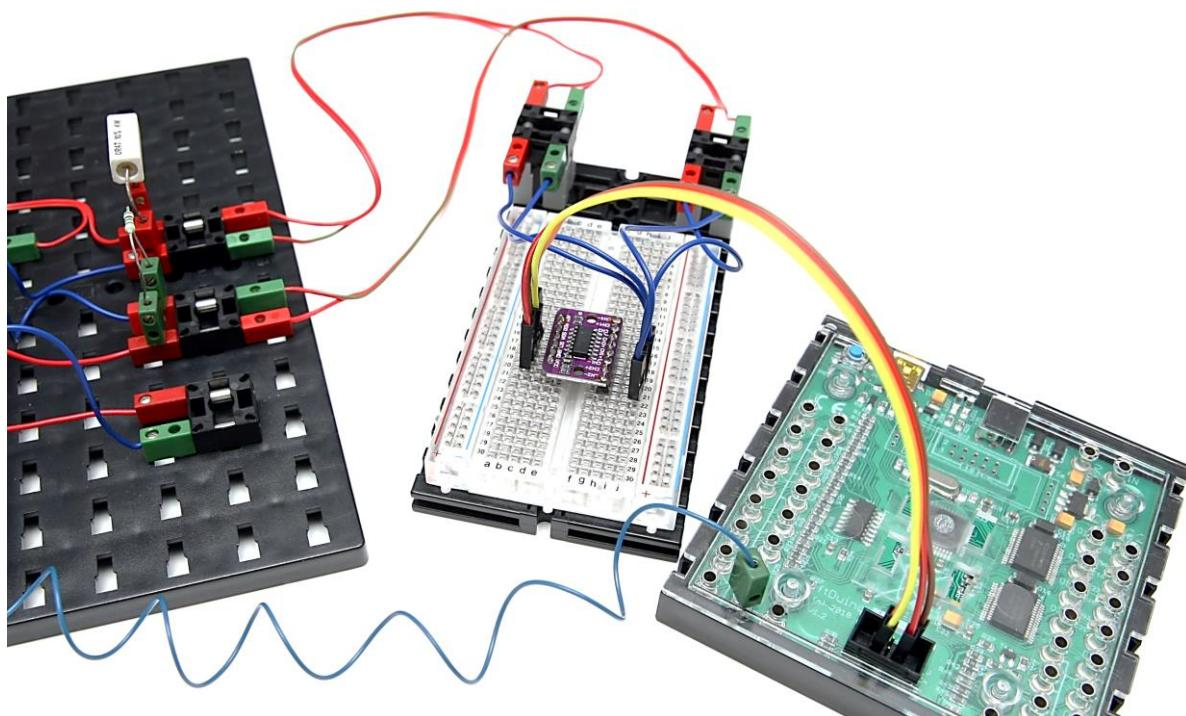

Abb. 24: Strommessung mit MCP 3424
Ein Tipp für Besitzer eines ftDuino oder TX(T) Controllers, um die Messgeräteorgie zu vermeiden: Für ca. 8 € gibt es fertig aufgebaute Module mit dem 4-Kanal 18-Bit Präzisions-DA-Wandler MCP3424 [6]. Es handelt sich um einen Differenzwandler mit I²C-Interface und einer internen Referenzspannung von +/- 2,048 V. Er verfügt über einen integrierten, programmierbaren Messverstärker und erreicht damit eine Auflösung von ca. 16 µV. Der Baustein ist so interessant, weil mit den vier Kanälen vollkommen potentialfrei gemessen werden kann. In Abb. 24 wird ein Versuchsaufbau zur Messung von I_B und I_C gezeigt. Links sind die beiden benötigten Shunt-Widerstände (100Ω für I_B und $0,47 \Omega$ für I_C) abgebildet. Diese benötigen keine besondere Toleranz. Mit einem Multimeter wird lediglich durch Referenzmessungen der Umrechnungsfaktor bestimmt und im Programm auf den rohen Messwert angewendet. Die Genauigkeit ist beindruckend.